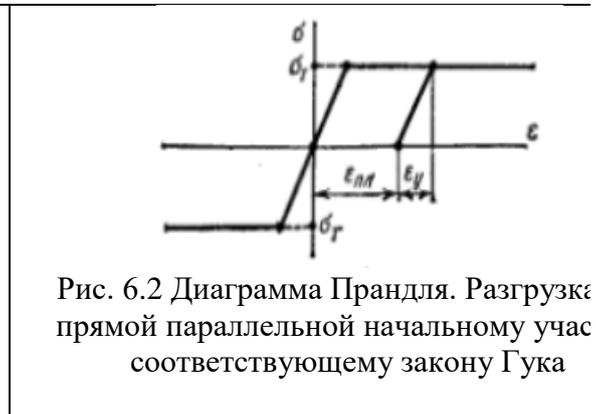

Рис. 6.2 Диаграмма Прандтля. Разгрузка прямой параллельной начальному участку соответствующему закону Гука
6. Определить предельные нагрузки для стержневой системы (рис.6.1), работающей в упругопластической стадии. Материал системы подчиняется диаграмме Прандтля (рис.6.2).